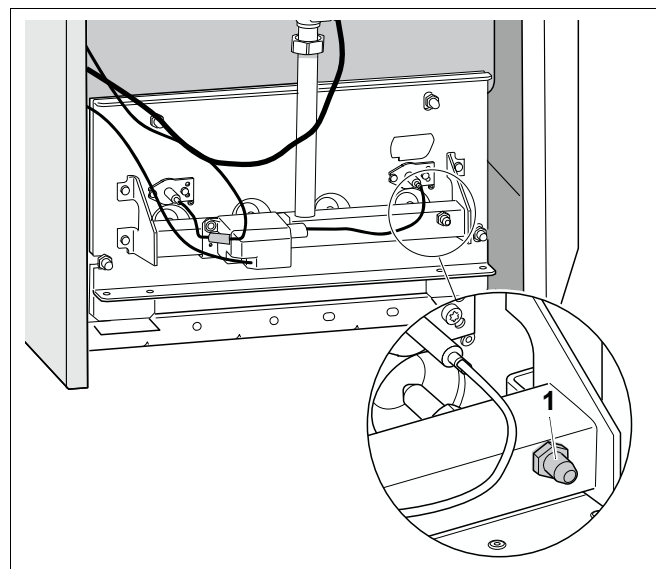

Рис. 46 Газовая горелка
- Открутить на два оборота измерительный ниппель на газораспределительной гребенке (рис. 46, поз. 1).